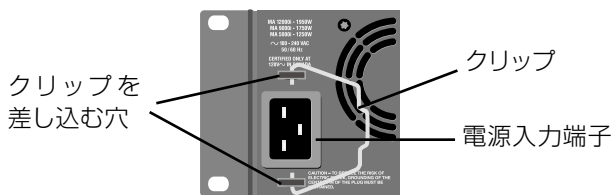

図 2-3
- 2 電源入力端子の上下にクリップを差し込む穴があります。クリップを広げて穴の中に差し込みます。(図 2-3)